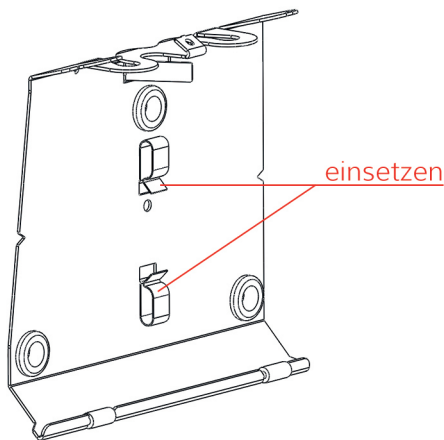

Abb.3
4. Einsetzen und befestigen der Federschlaufen (Abb.3,4)